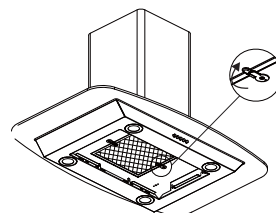

Bild.13
3. Efter att du sätter i framkanten av kolfiltret i utrymmet i spiskåpan ska du sänka ner bakkanten av kolfiltret tills det att det klickar fast på baksidan av det rektangulära utrymmet. Höj upp de två fäststängerna tills det att de horisontella över kolfiltret. Se bild 13.